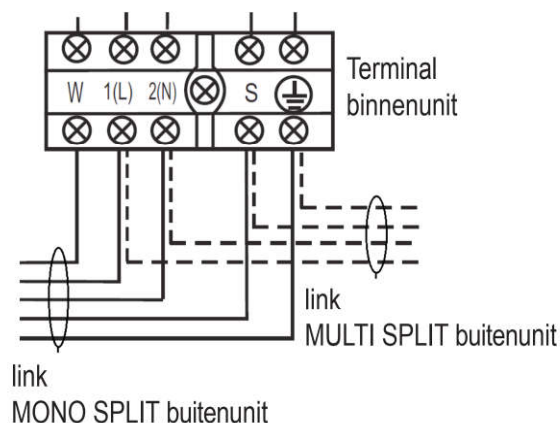

fig. 16 -
3. Maak de aansluitingen volgens de bedradingsschema's van het apparaat "fig. 16 -".